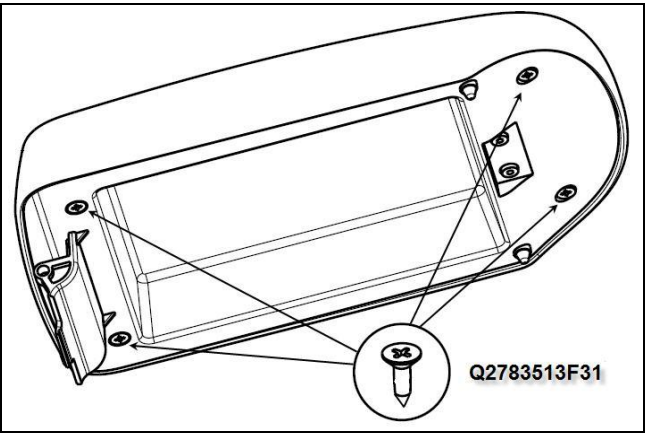

图1.6.14 副仪表板扶手总成的分拆1
(2) 用十字螺丝刀将固定扶手内、外板的四个螺钉(Q2783513F31十字槽沉头自攻螺钉)依次松开；再用一字螺丝刀沿内、外板缝隙小心撬启，使内、外板的配合结构松开，最后将扶手内、外板分开。如图1.6.14、1.6.15所示；